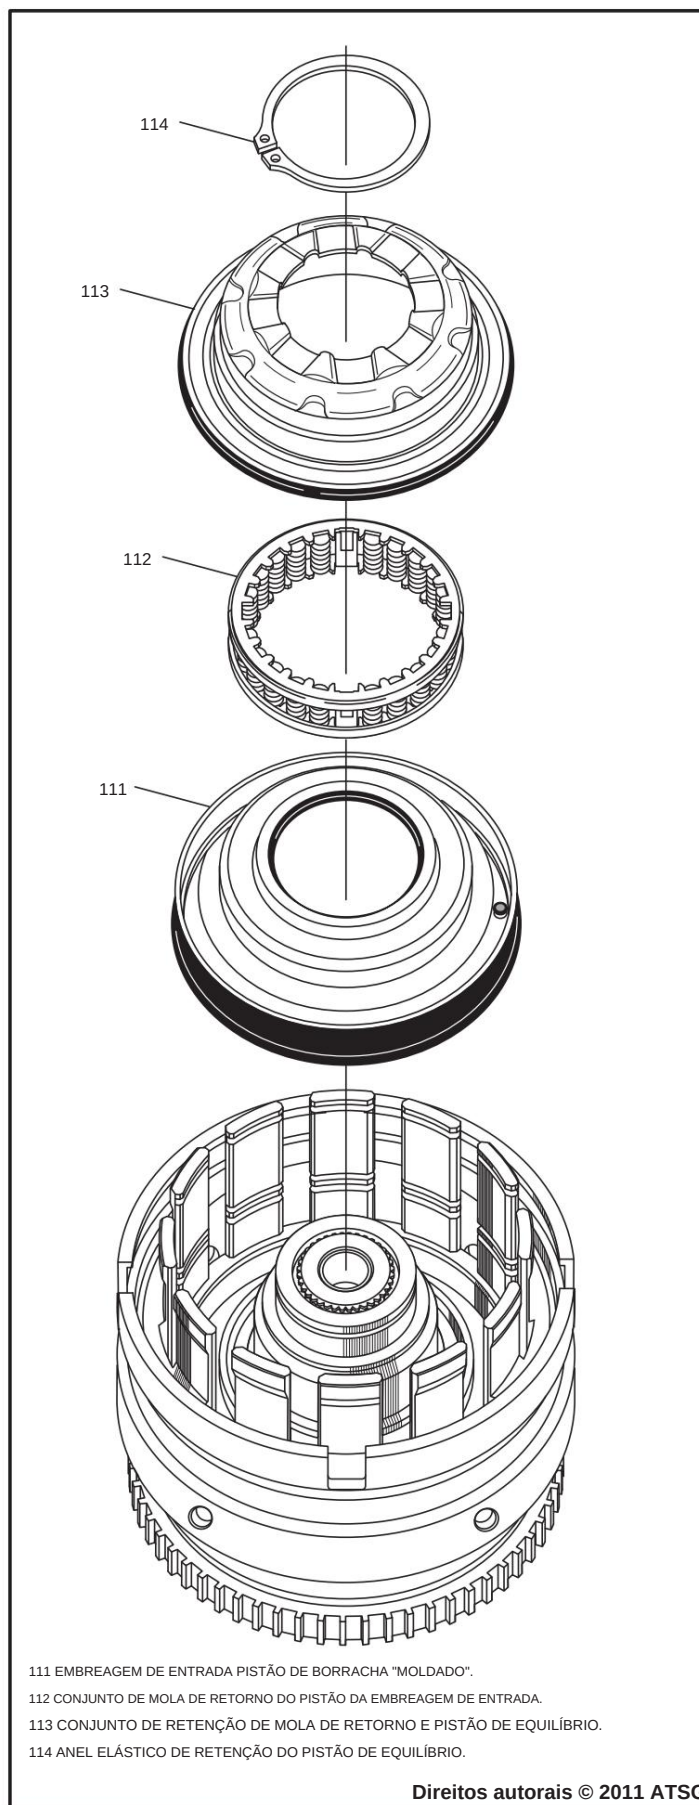

Figura 100
17. Instale o pistão de borracha "moldado" da embreagem de entrada no retentor da embreagem de entrada, conforme mostrado na Figura 100.
18. Instale a mola de retorno do pistão da embreagem de entrada na parte superior do pistão da embreagem de entrada (consulte a Figura 100).
19. Instale o retentor da mola/pistão de equilíbrio, conforme mostrado na Figura 100. O pistão de equilíbrio também tem uma vedação de borracha "moldada".
20. Usando uma prensa de oficina adequada, comprima o conjunto da mola de retorno e instale o anel de pressão plano na ranhura. Consulte a Figura 100 e a tabela de anéis de pressão na Figura 94.
24. Instale a placa de apoio do underdrive/overdrive anel de pressão **cônico** superior no alojamento com o lado cônico voltado para cima (veja a Figura 100).